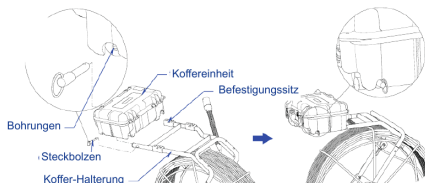

Abbildung 19. Koffereinheit montieren
5. Wenn Sie die Koffereinheit gewählt haben, montieren Sie bitte die Koffereinheit (Abbildung 19).